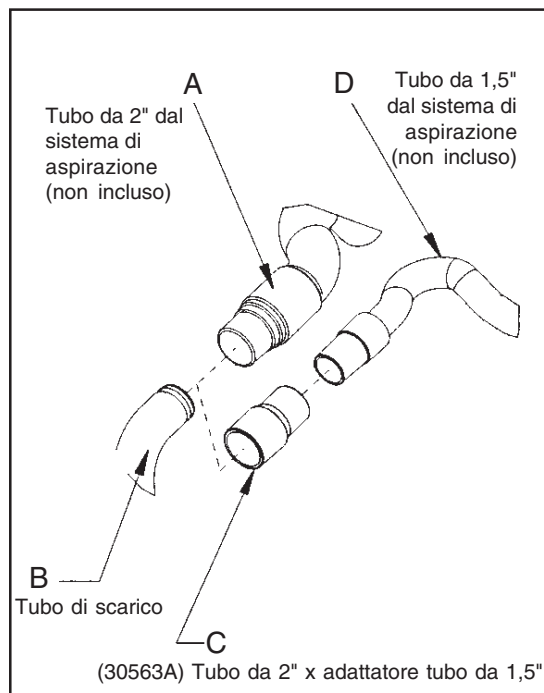

Figura 4
1. Montare l'estremità del tubo da 2" (Figura 4, A) direttamente sul tubo di scarico (Figura 4, B).
1. Collegare l'adattatore terminale del tubo da 2" x 1 ½" (codice 30563A) (Figura 4, C) al tubo di scarico (Figura 4, B).
2. Inserire l'estremità del tubo da 1 ½" (Figura 4, D) nell'adattatore (Figura 4, C).